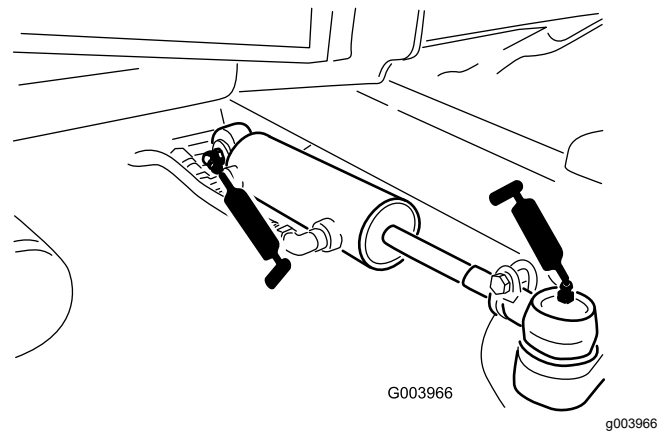

Figura 73
- Rótulas do cilindro de direção (2) (Figura 73)